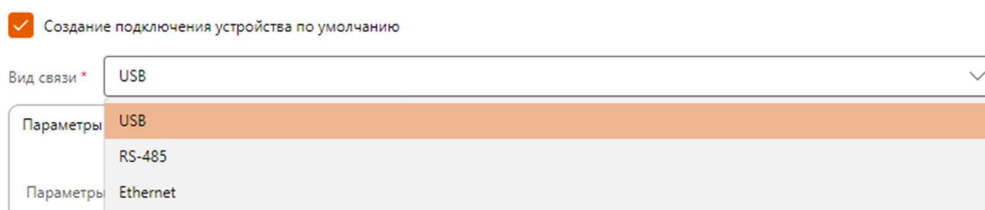

Рис. 13
- **«Вид связи»** (выпадающий список) – выбрать интерфейс для подключения к устройству (Рис. 13);